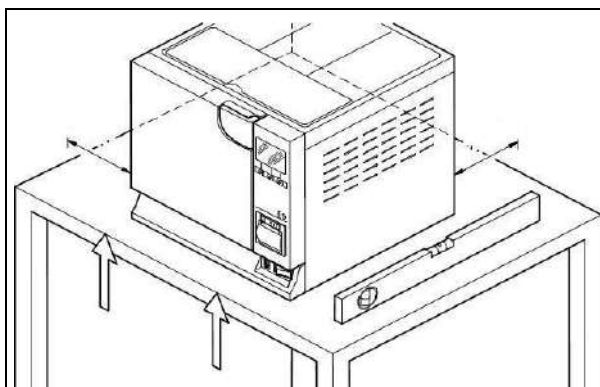

Fig. 4.1-3
- Collocare l'apparecchio su di una superficie piana ed orizzontale (Fig. 4.1-3).
- Lasciare uno spazio di almeno 8 cm dietro all'apparecchio (come da perni ingombri in dotazione) per consentire una sufficiente aerazione (Fig. 4.1-3).